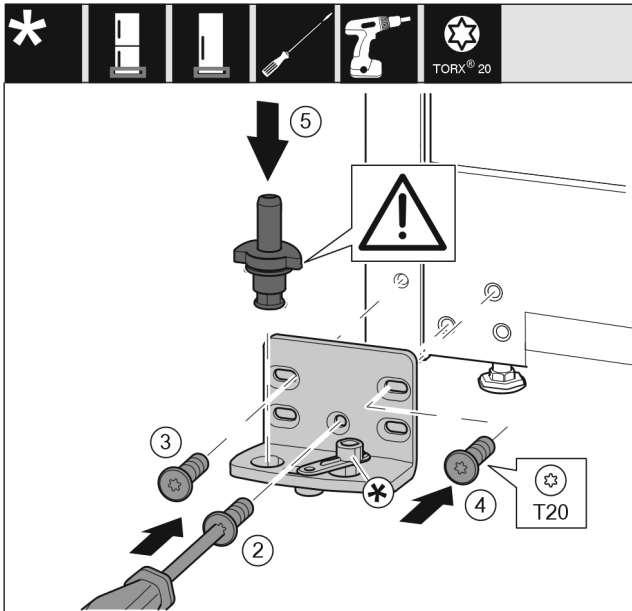

Fig. 15
- Poser le support de palier de l'autre côté et le visser à l'aide d'un tournevis T20. Commencer par la vis 2 en bas au milieu. Fig. 15 (2)
- Visser les vis 3 et 4. Fig. 15 (3,4)
- Mettre en place l'axe de palier complet. Veiller à ce que l'ergot d'enclenchement soit orienté en arrière. Fig. 15 (5)